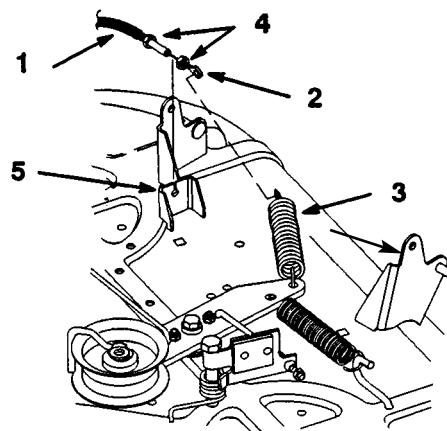

Fig. 40
6. Afhægt ringenden af knivhåndtags (kraftudtags—PTO) kabel fra mellemfjederen (fig. 40).
7. Fjern låsemøtrikken fra knivhåndtags (kraftudtags—PTO) kabel ved monteringsbeslaget. Lad kablet glide af beslaget (fig. 40).